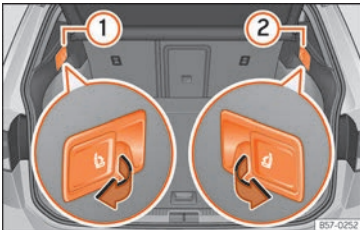

Abb. 81 Im Gepäckraum: Hebel zum Entriegeln der Rücksitzlehne.
- Ziehen Sie am Hebel zur Fernentriegelung auf der linken ››› (Abb. 81) ① oder rechten ② Seite der Rückenlehne in Pfeilrichtung. Der entriegelte Teil der Rücksitzbank klappt nun automatisch nach vorn um.